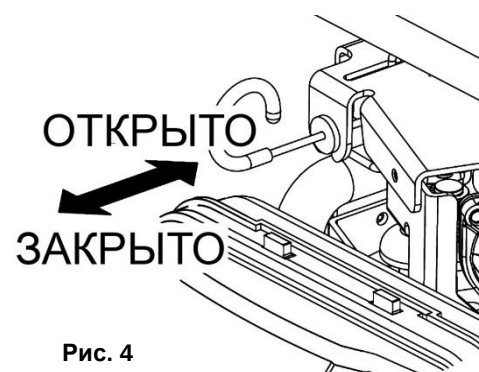

Рис. 4
- Отверните сливную пробку (1) (См. Рис.4) и слейте масло.
- Проверьте состояние прокладки сливной пробки (2). При необходимости замените прокладку.